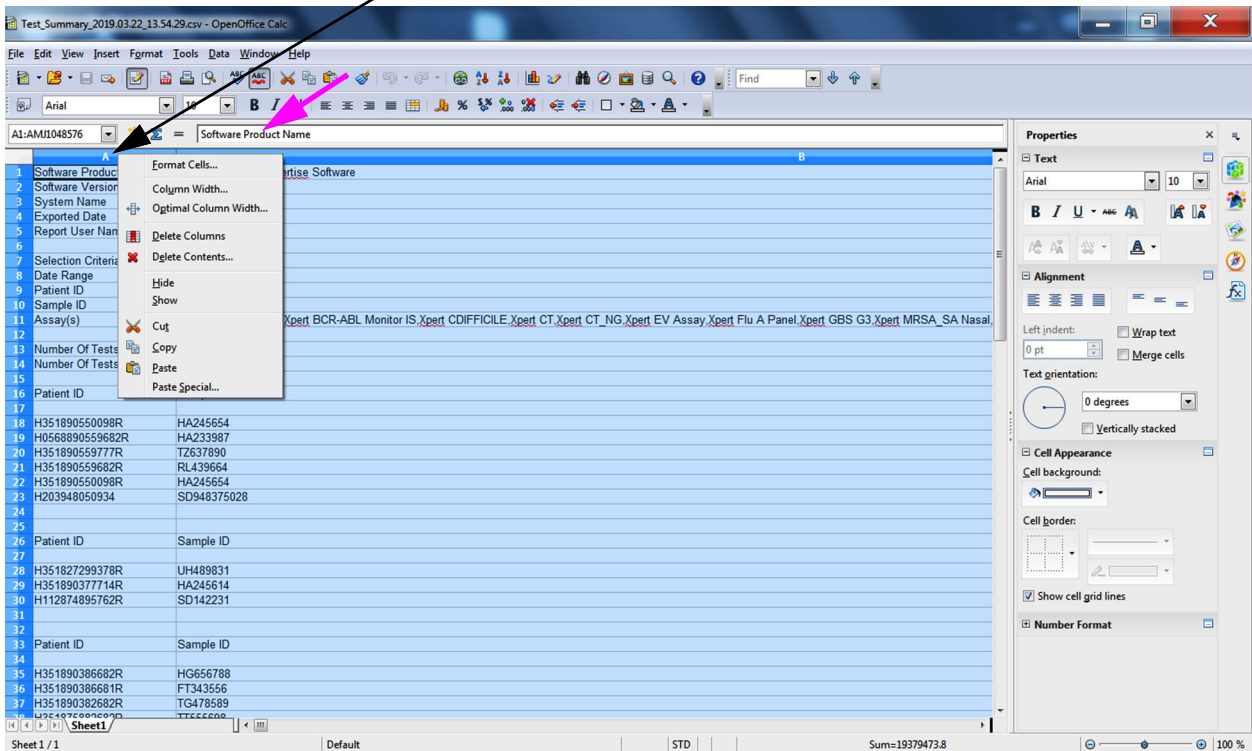

図 C-7. 列の幅を選択するためのドロップダウンメニュー
10. 列 **A** の青い領域を右クリックします。ドロップダウンメニューが列の右側に表示されます (図 C-7 を参照)。